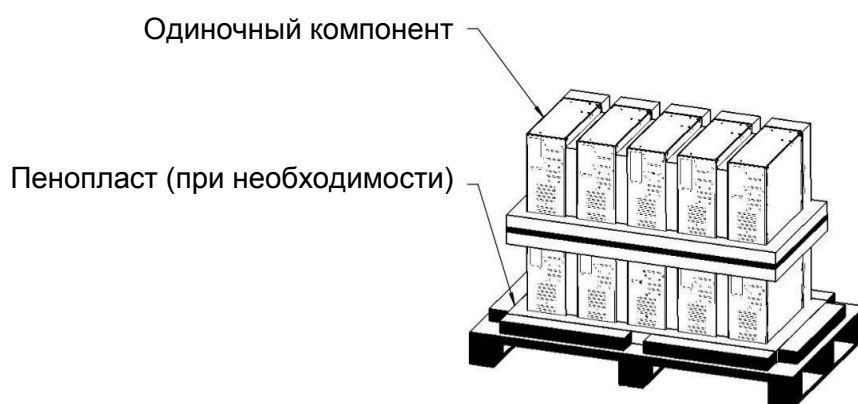

Рис. 6-1 Отдельные компоненты MVD, уложенные на паллету
- Отдельные компоненты MVD (силовые ячейки, вентиляторы и т.п.) сначала необходимо упаковать в полиэтиленовую пленку с осушителем, затем каждый компонент вручную или при помощи гидравлического подъемника необходимо уложить на паллету. Для компонентов, требующих защиты от ударов, необходимо сначала положить на поверхность лист пенопласта, а затем уложить компоненты, как показано на Рис. 6-1;